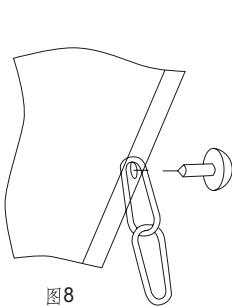
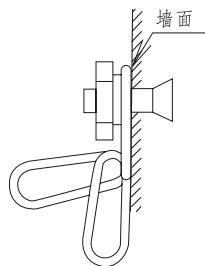

图8
图7
- (1) 切勿用手触摸排风口的任何部分。此是因为位于排风口的压缩机舱及配管的温度会高于90℃。
- 为了防止室内机组因意外情况而倾倒,请安装防倒链(见图6)。安装时先从室内机取出防倒链组件,在墙体上相应位置埋入膨胀螺丝,并将防倒链大头部分套入膨胀螺丝后用螺帽拧紧。该链可根据安装环境调节长度,多余部分应留在墙面一侧(见图7)。最后利用顶盖板后部中间位置的螺钉将第一节小头部分固定在顶盖板上(见图8)。